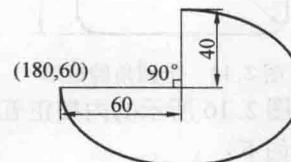

图 2.12 椭圆弧
3. 绘制如图 2.12 所示的椭圆弧。
执行结果如图 2.12 所示。